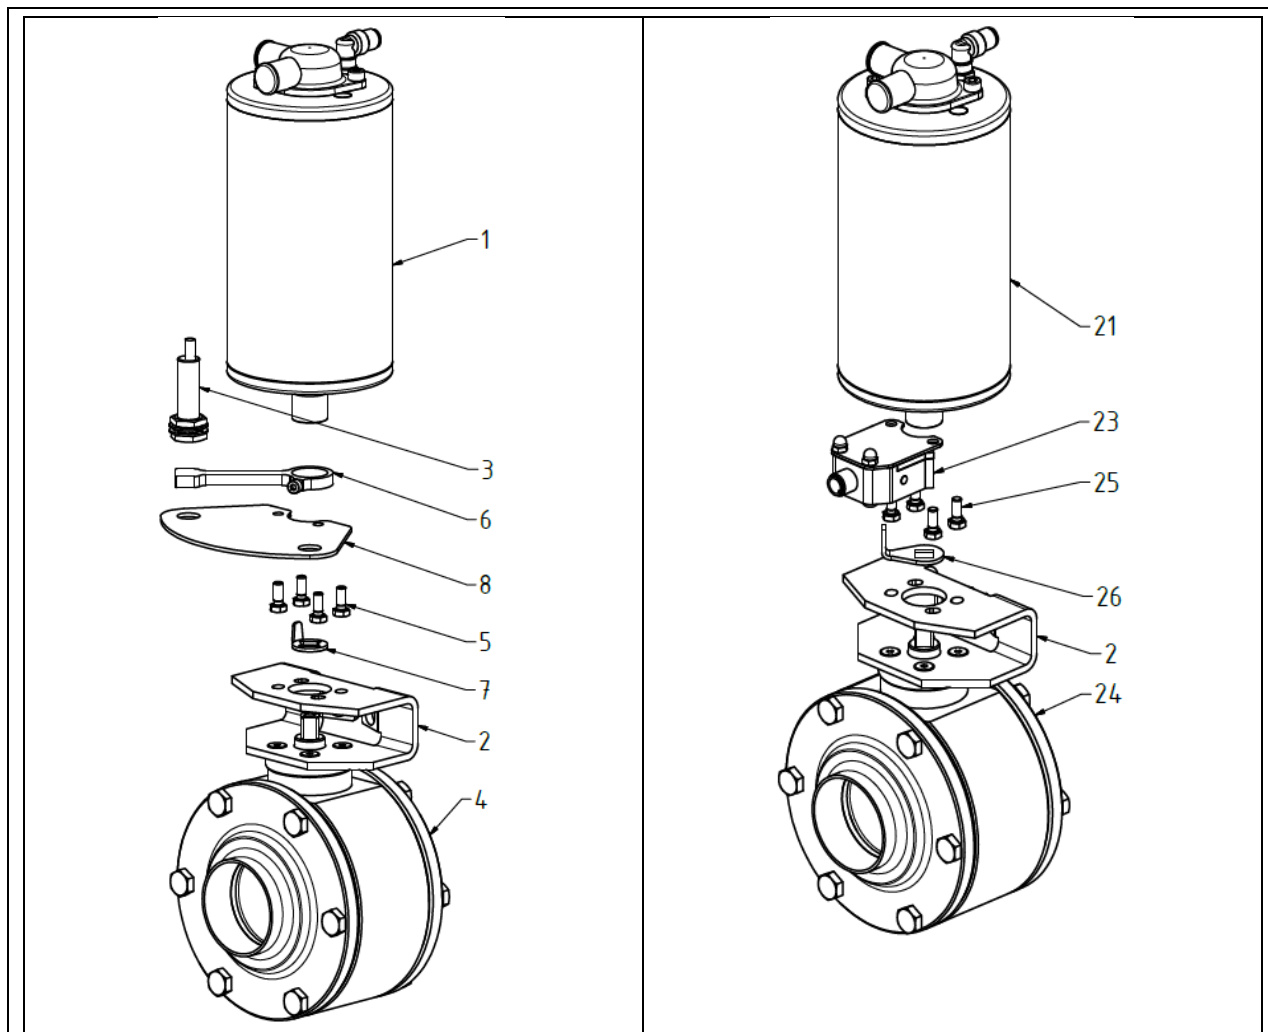

Abb. 6-10: Pneum. Antrieb mit alternativer Rückmeldung
- Lösen Sie die Sechskantschrauben (Abb. 6-10, Pos. 5) und ziehen Sie den pneumatischen Antrieb (Abb. 6-10, Pos. 1) nach oben ab.
- Befestigen Sie das Halteblech (Abb. 6-10, Pos. 8) mittels der Sechskantschrauben (Abb. 6-10, Pos. 5) an der Haltekonsole (Abb. 6-10, Pos. 2) und dem pneumatischen Antrieb (Abb. 6-10, Pos. 1).
- Führen Sie dabei die Schaltfahne (Abb. 6-10, Pos. 6) über die Antriebswelle des Antriebes und klemmen diese fest.
- Befestigen Sie die Single-Initiatoren (Abb. 6-10, Pos. 3) in den Löchern des Haltebleches (Abb. 6-10, Pos. 8).
- Achten Sie darauf, dass das Ende der Schaltfahne (Abb. 6-10, Pos. 6) bei Stellung „offen“ oder „geschlossen“ genau unter einem der Initiatoren steht. Beachten Sie dabei die Drehrichtung des Antriebs (siehe Abschnitt „3.3.2 Kugelventil mit pneumatischem Antrieb“). Der Abstand zwischen Schaltfahne und Stirnfläche des Initiators sollte 2 bis 3 mm nicht überschreiten.
- Ersetzen Sie den Stellungsanzeiger (Abb. 6-10, Pos. 7) durch den Schaltknocken (Abb. 6-10, Pos. 26).
- Befestigen Sie das Halteblech mit Doppelinitiator (Abb. 6-10, Pos. 23) mittels der Sechskantschrauben (Abb. 6-10, Pos. 5) an der Haltekonsole (Abb. 6-10, Pos. 2) und dem pneumatischen Antrieb (Abb. 6-10, Pos. 1).
- Achten Sie darauf, dass die Kontaktfahne des Schaltknockens (Abb. 6-10, Pos. 26) bei Stellung „offen“ oder „geschlossen“ genau vor einem der Initiatoren steht. Beachten Sie dabei die Drehrichtung des Antriebs (siehe Abschnitt „3.3.2 Kugelventil mit pneumatischem Antrieb“). Der Abstand zwischen Kontaktfahne und Stirnfläche des Initiators sollte 1 bis 2 mm nicht überschreiten. Der Schaltknocken darf in keiner Stellung den Initiator berühren.